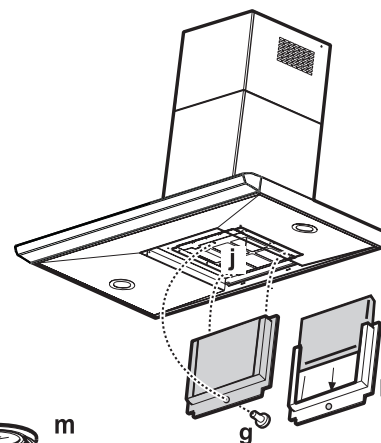

Fig. 2
3. Retirez le cadre de support du filtre en dévissant la vis de fixation (**g** - **Fig. 2**).
4. Montez le filtre au charbon (**h** - **Fig. 2**) à l'intérieur du cadre de support du filtre (**i** - **Fig. 2**).
5. Remontez le cadre de support du filtre dans son siège et fixez-le à la hotte à l'aide de la vis prévue à cet effet (**g** - **Fig. 2**).